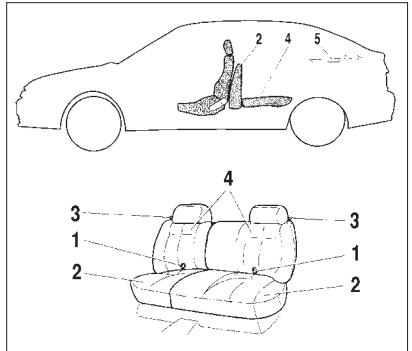

Рис. 18. Заднее сиденье
- потяните за петли 1 (рис. 18) и поставьте подушки 2 в вертикальное положение. При необходимости сдвиньте передние сиденья немного вперед;
– демонтируйте подголовники заднего сиденья 8, установите их в транспортное положение, вставив в установочные отверстия на основании подушки 2, находящейся в вертикальном положении, а затем, прилагая небольшое усилие к спинке 4 в направлении назад, потяните рукоятку 3 замка вверх, освободите спинку 4 и уложите ее, как показано на рис. 18.